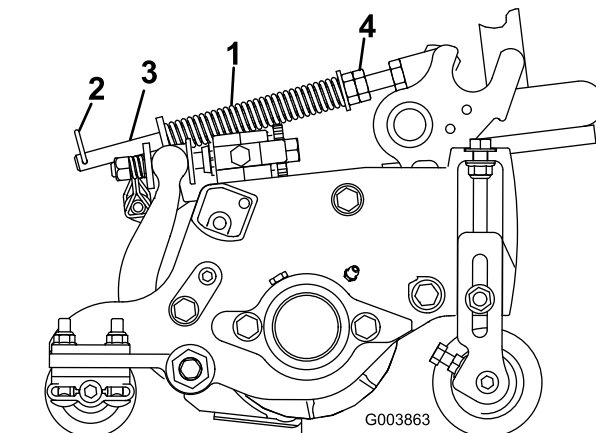

図 13
1. ヘアピン・コッターがスプリング・ロッドの後の穴に差し込まれていることを必ず確認しておいてください（図 13）。
2. スプリングロッド前部の六角ナットを締め、スプリング（圧縮状態）の長さが12.7 cm になるようにする（図 13）。